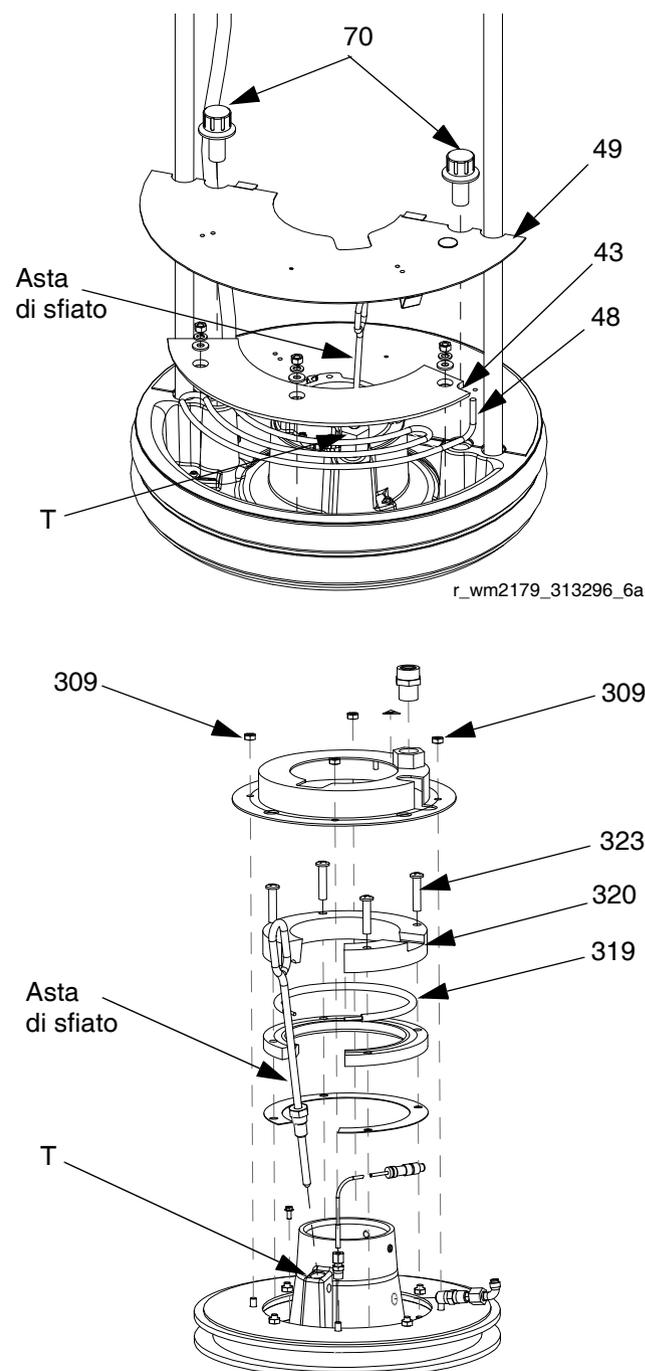

FIG. 30: Rimozione dei coperchi della piastra e dei riscaldatori
4. Estrarre l'asta di sfiato dalla piastra. Inserire l'asta di sfiato attraverso la porta di sfiato (T) per rimuovere il residuo di materiale. Vedere la FIG. 30.
5. Rimuovere i coperchi della piastra. Vedere la FIG. 30.
- a. Rimuovere i dispositivi di fissaggio (70) o i dadi (309) dei dispositivi di fissaggio del coperchio della piastra.
- b. *Per la piastra di 200 litri (55 galloni) (sistemi di alimentazione D200 7,6 cm (3 poll.) e D200s 16,5 cm (6,5 poll.):* rimuovere entrambi i coperchi della piastra (49) e il filo di terra dalla piastra.
6. Eliminare eventuale fluido in eccesso. Utilizzare un pennello a setole morbide sulle bobine del riscaldatore (48) o sul riscaldatore (319). Vedere la FIG. 30.
7. Controllare i blocchi (43 o 320) del riscaldatore della piastra o il riscaldatore (48 o 319) per verificare la presenza di bruciature o punti di fusione. Sostituire i blocchi del riscaldatore della piastra o il riscaldatore se necessario. Vedere la FIG. 30.